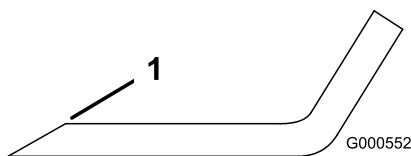

Figure 48
1. Au moyen d'une lime, aiguissez les tranchants aux deux extrémités de la lame (Figure 48).
Remarque: Si la lame est déséquilibrée, limez un peu l'extrémité de la partie relevée seulement (Figure 48).